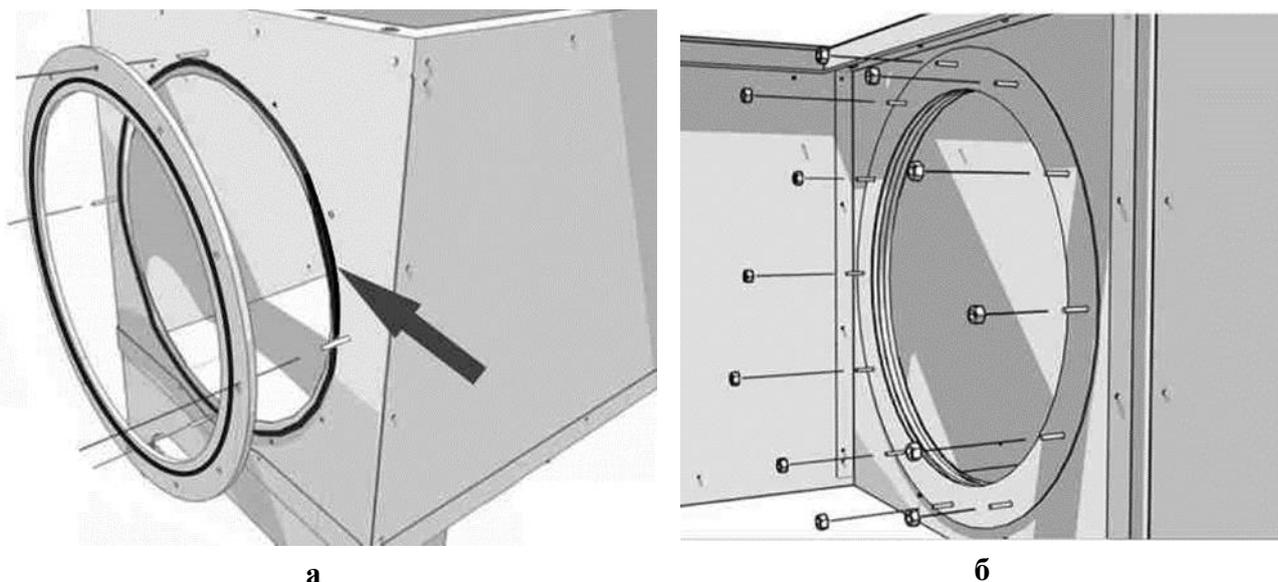

Рисунок 9
3) по контуру входного отверстия в приёмной камере проложить слой герметика, в отверстия приёмной камеры внутрь головкой установить четыре болта М6х16, снаружи на болты установить соединительный фланец, по контуру фланца нанести герметик (рисунок 9а);
6) стянуть приёмные камеры агрегатов по контуру отверстия \varnothing 500 мм при помощи болтов М6х16 и гаек М6 (рисунок 9б);